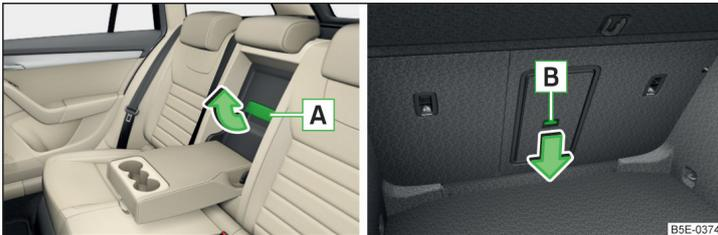

Abb. 83 Deckel öffnen: vom Innenraum aus / vom Gepäckraum aus
- Den Griff **A** in Pfeilrichtung » Abb. 83 ziehen und den Deckel nach vorn klappen.
- Die Entriegelungstaste **B** in Pfeilrichtung » Abb. 83 schieben und den Deckel mit der Armlehne nach vorn klappen.
Darauf achten, dass die Armlehne nach dem Schließen des Deckels immer eingerastet ist. Das lässt sich daran erkennen, dass das rote Feld oberhalb der Entriegelungstaste **B** » Abb. 83 vom Gepäckraum aus nicht zu sehen ist.